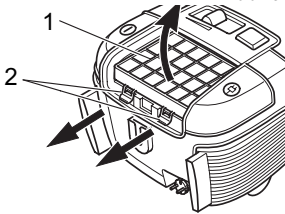

Abb. 33
3. Entnehmen Sie den Filter (Abb. 33/1). Ziehen Sie dazu die Verriegelungen (Abb. 33/2) nach hinten und heben Sie den Filter nach oben heraus.